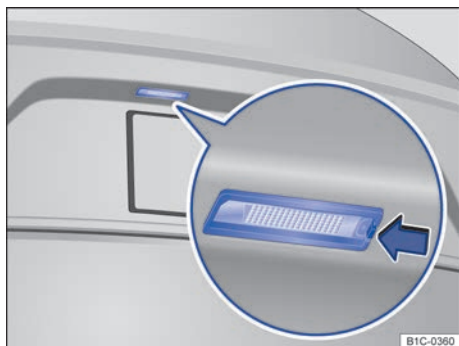

Fig. 151 En el paragolpes trasero: luz de matrícula.
- 2 Presione con la punta plana del destornillador de las herramientas de a bordo → pág. 172 en el rebaje de la unidad de iluminación, en el sentido de la flecha → fig. 151.